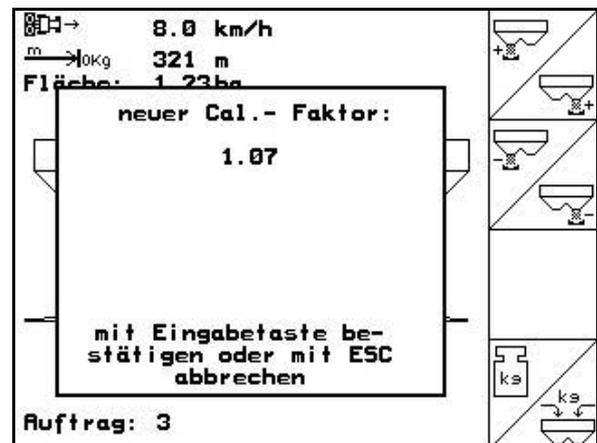

Fig. 58
8. Der neue Kalibrierfaktor wird angezeigt und mit bestätigt, oder mit verworfen (Fig. 58).